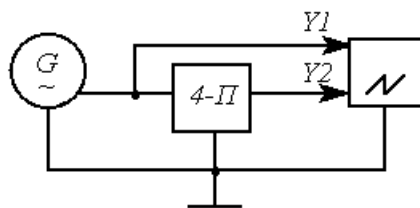

Рисунок 4.7
2.1 Зібрати схему лінійного чотириполюсника та схему дослідження його АЧХ і ФЧХ у відповідності з варіантом Рис 4.6 (а–в) та рис.4.7.